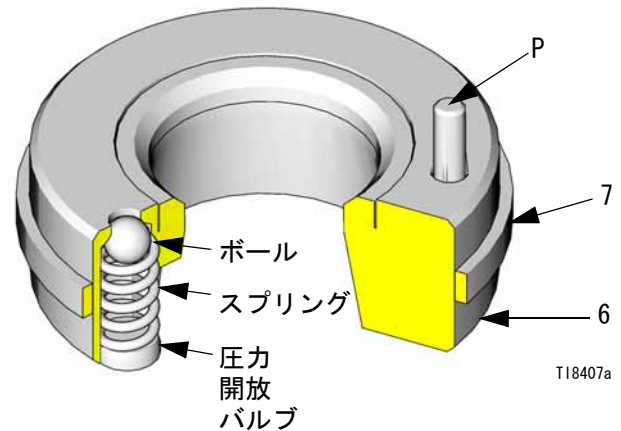
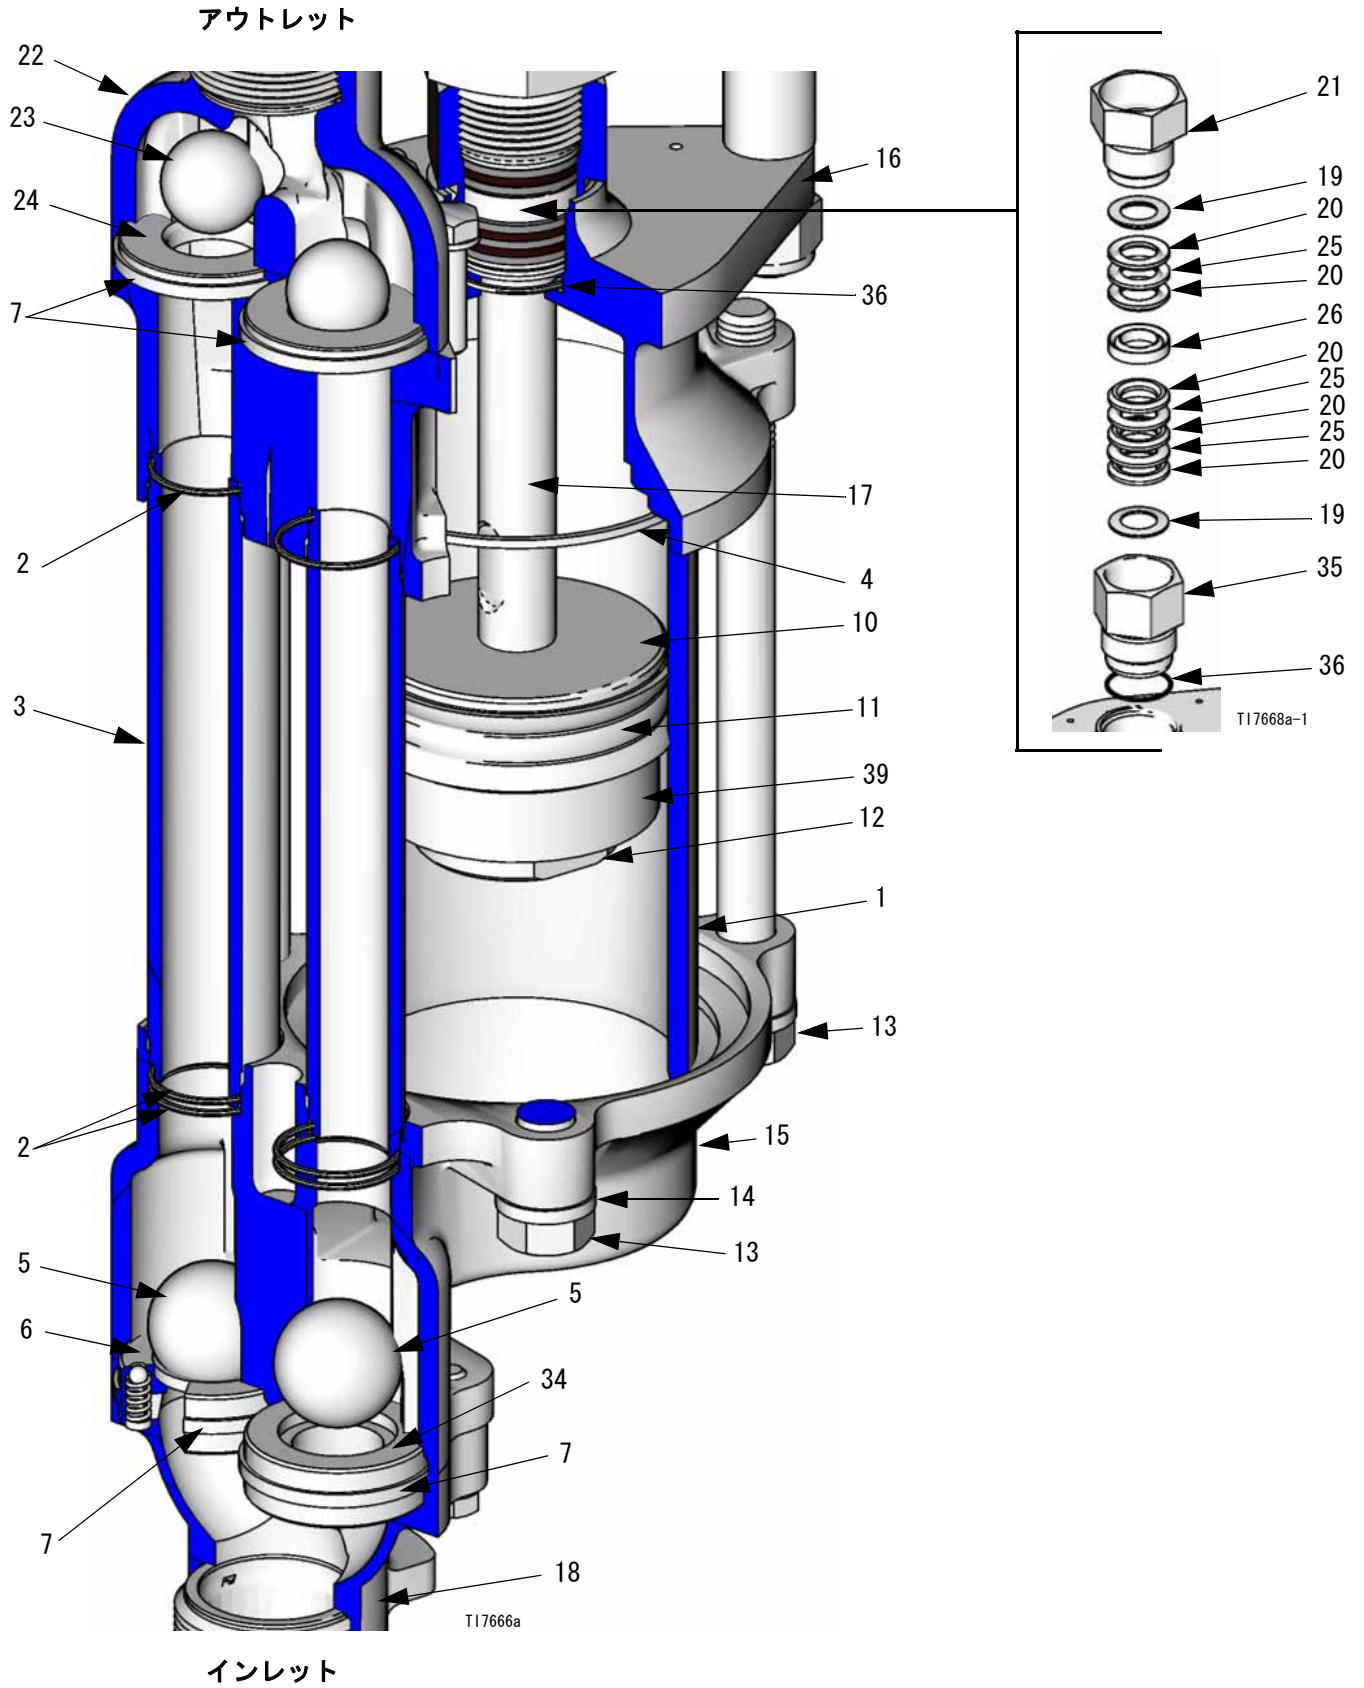

図 .5
図.8
8. パッキンナット (21) を緩めます。図. 8 を参照のこと。
9. スロートカートリッジ (35) を緩めて外します。PTFE Oリング (36) を外します。図. 8 を参照のこと。
- スロートパッキングおよびグランドに滑剤を塗ります。1 個の雄グランド (19+) を取り付けて、以下の 5 個の V パッキングを縁を下に向けて取り付けます。1 個の UHMWPE (20+)、1 個のレザー (25+)、UHMWPE、レザー、UHMWPE。雌グランド (26+) を取り付けます。以下の 3 個の V パッキングを縁を下に向けて取り付けます。UHMWPE、レザー、UHMWPE。残りの雄グランド (19+) を取り付けます。パッキンナット (21) を取り付けて指で締め付けます。図 . 8 を参照のこと。
1. 半分づつのピストン (10) でパッキング (11) を挟み、パチンと一体化します。図 .8 を参照のこと。
2. ピストンロッド (17) のネジにネジシーリング材 (Loctite® 263 または 2760) を塗布します。ロッドをピストン、パッキングおよびスペーサを通してピストンナット (12) にねじ込みます。ナットに 129-135 N・m (95-100 フィート・ポンド) のトルクを与えます。ご使用前に最低 12 時間は乾燥させてください。
3. 下部のポンプハウジング (11) を上下逆にして、ボール (5) およびガスケット (7*) を取り付けます。
開放バルブシート (6) は、図 .8 に示すように、液体インテイクに取り付ける必要があります。開放バルブはポンプの過圧の危険を低減します。シートは、インレットハウジングのその他の側面に取り付けられている場合、圧力を開放できません。
4. 開放バルブインテイクシート (6) を、図 .8 に見られるように、下部ハウジング (11) の左側に取り付けます。(下部ハウジングに鑄込まれた文字列により開放バルブシート用の正しい位置を認識できます。) シート上のピン (P) はハウジング上方の内部の方向を指している必要があります。ピンがシートの位置を制限し、通気口 (V) がハウジングの一部によって遮られないことを確実にします。図 .5 を参照のこと。
5. 開放バルブ (34) の付いていないインレットシートをインレットハウジング (15) の右側に取り付けます。
6. インレット多岐管 (18) をインレットハウジング (15) 上に取り付けます。ロックワッシャ (8) および押さえネジ (9) を取り付けます。34-40 N・m (25-30 フィート・ポンド) にトルクを与えます。図 .8 を参照のこと。
7. インテイク多岐管 (18) を万力で固定します。チューブ (3) が収まっているインレットハウジング (15) の各側面に 1 個の O リング (2*) を取り付けます。チューブの各端の溝に O リング (2*) を入れます。インレットおよびアウトレットの両ハウジング (15 および 16) 内にガスケット (4) を取り付けます。チューブおよびシリンダ (1) を下部ハウジング内に位置させます。